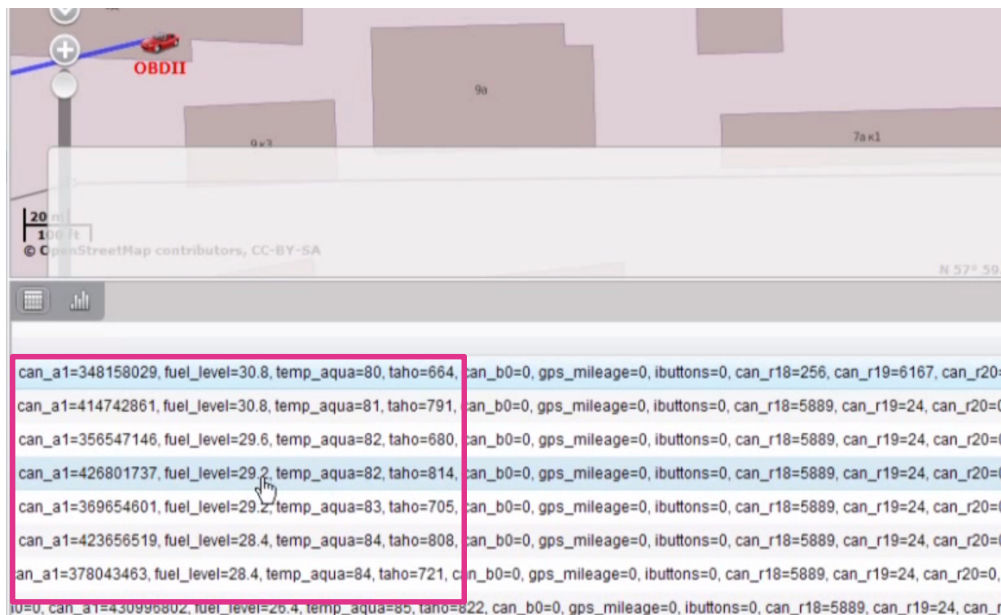

Рис. 24
- тип фильтра в данном случае не имеет значения (рис. 24).
Подключение терминала к CAN-шине заканчивается проверкой правильности прохождения данных на сервер мониторинга (рис. 24):